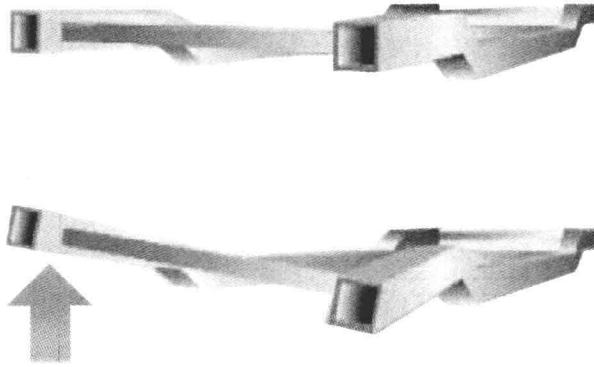

图 1-12 扭曲损伤
5) 扭曲损伤。扭曲损伤是指碰撞后车身的一角高于正常状态，而相对的一角则低于正常状态的车身变形形式。扭曲损伤出现的可能原因是汽车高速撞上路基、隔离墩等障碍物。扭曲损伤如图 1-12 所示。